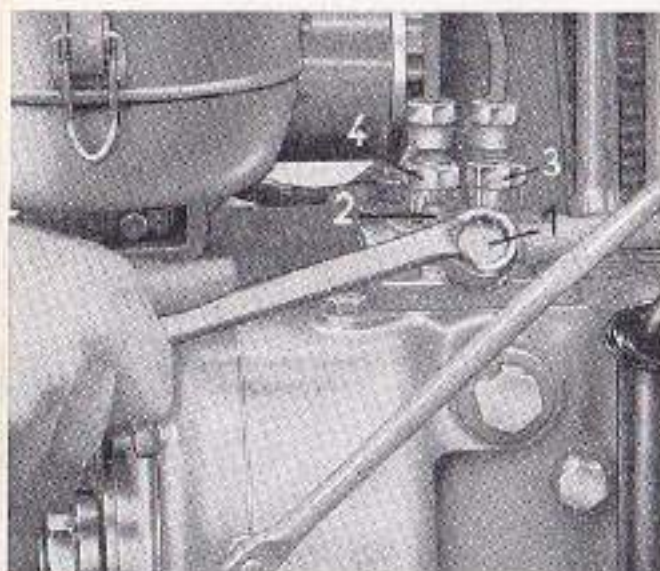
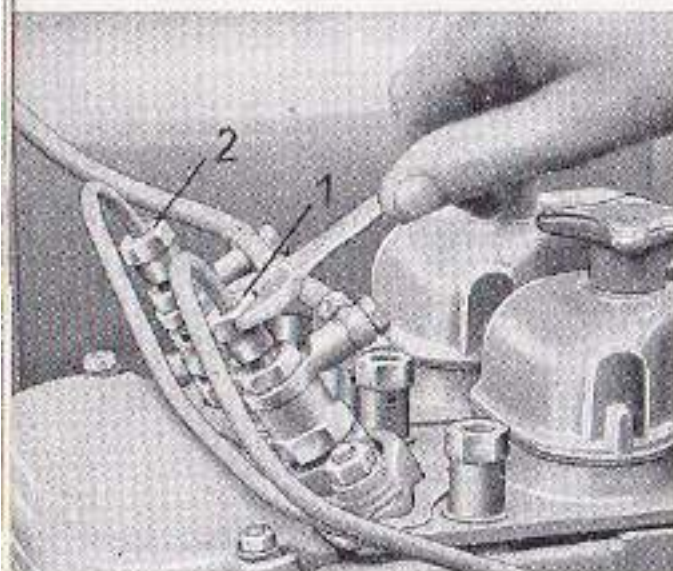

Bild 7
Bild 8
3. Sauganschluß 1 an der Einspritzpumpe lösen und Kraftstoff solange ausfließen lassen, bis er blasenfrei austritt (Bild 7).
5. Handgashebel auf Vollgas stellen und Knopf 2 für Mehrmenge (Startfüllung) drücken (Bild 7).
6. Überwurfmuttern 1 und 2 (Bild 8) der Druckleitungen an den Einspritzdüsen lösen und mit dem Anlasser den Motor solange durchdrehen, bis der Kraftstoff blasenfrei austritt. Bei drehendem Motor die Überwurfmuttern wieder anziehen. Falls kein Kraftstoff austritt, sind die Einspritzleitungen und die Druckventile 3 und 4 (Bild 7) der Einspritzpumpe mehrere Gänge herauszuschrauben, bis der Kraftstoff hier ausfließt.